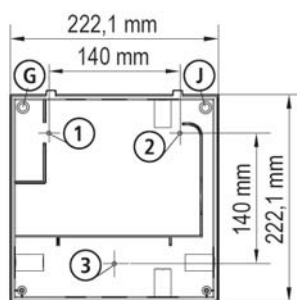

FIG.3
-Borra hålen G och J med ett 4 mm borrh (Fig.3).